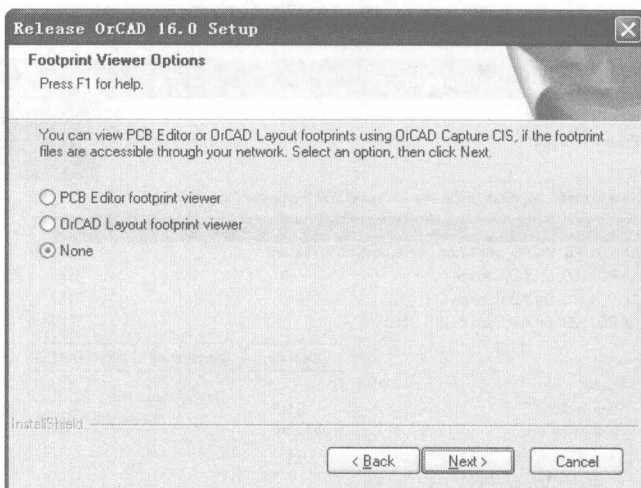

图 1.2.10 脚本观察选项对话框
(8) 在弹出的如图 1.2.10 所示的脚本观察选项对话框中，选择合适的选项（一般选择 None），单击 Next 按钮。